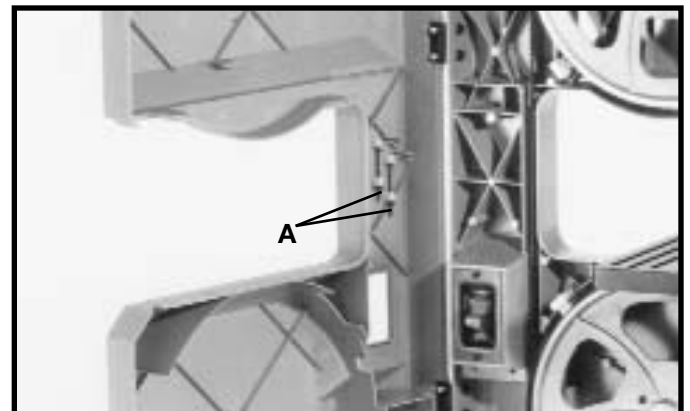

Fig. 37A
Les clés de 3 et de 4 mm (A) fournies avec votre scie à lame ruban se rangent à l'intérieur du couvercle des roues tel qu'illustré à la figure 37A.